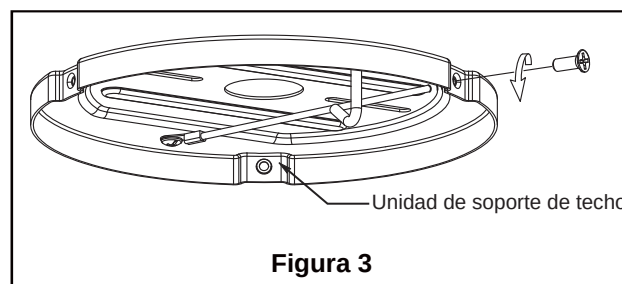

Figura 3
Uso del soporte (Figura 3)
- ☐ 2. Extraiga los tres tornillos desde el unidad de soporte de techo. Guárdelos para después. (Figura 3)
- ☐ 3. Fije los soportes de aspas al soporte del motor mediante los tornillos de 1/4"-20 a través de los orificios ubicados al costado del soporte del motor. (Figura 3)
- ☐ 3. Instale el adaptador de la cubierta del interruptor en la sujeción del soporte de la cubierta usando los tornillos extraídos anteriormente. (Figura 3)
- ☐ 3. Verifique el funcionamiento del ventilador tirando levemente de la cadena de encendido/apagado para el control de la velocidad. (Figura 3)